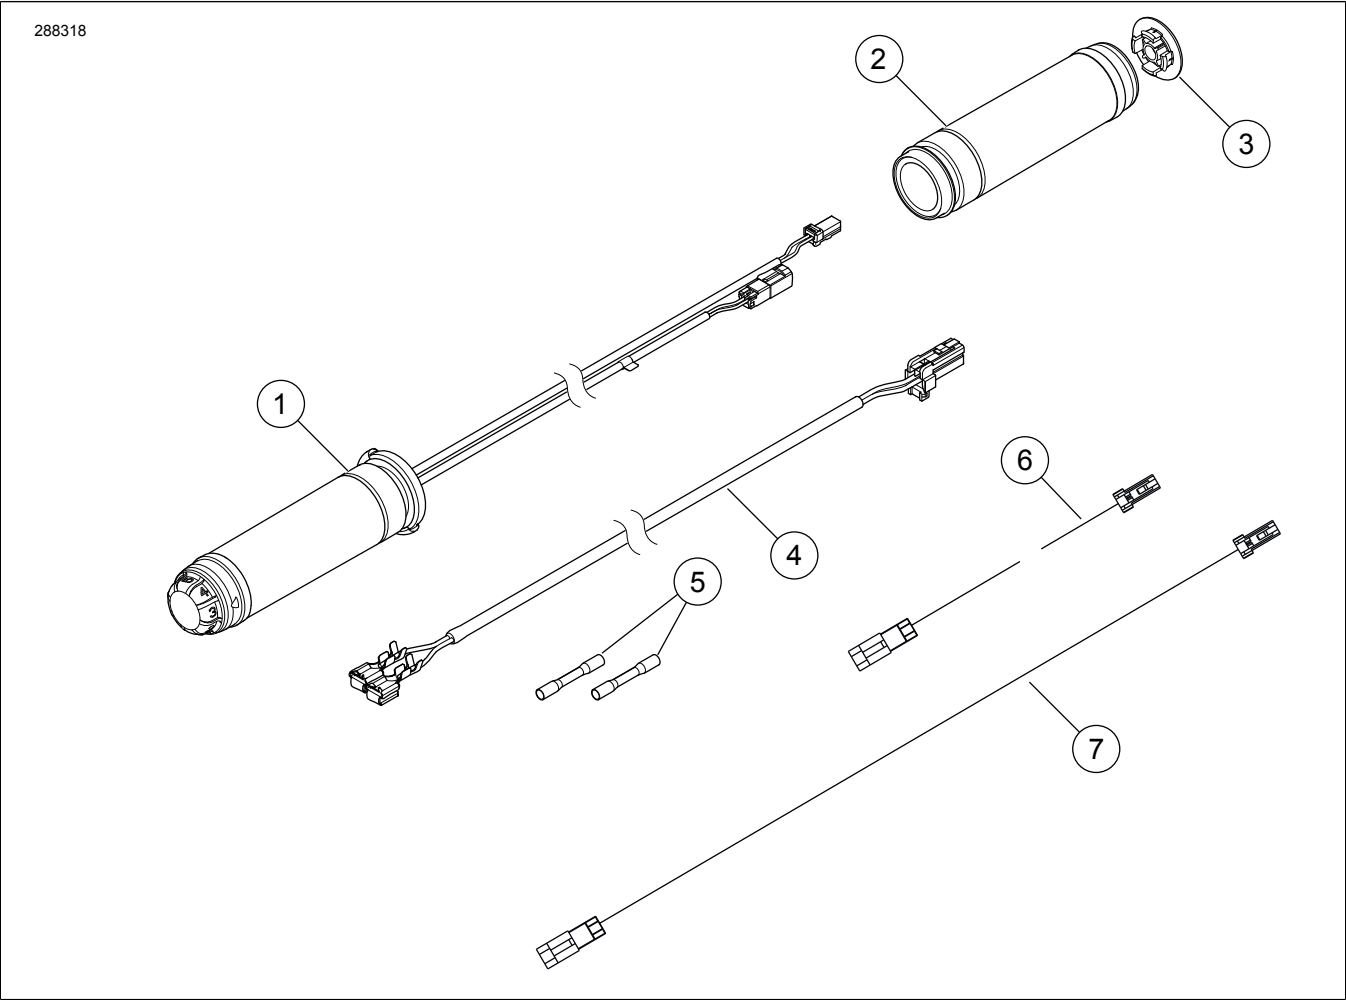

Figura 10. Componente de service: Kit mâner încălzit
1. Consultați Figura 10 . Obțineți ansamblul cablajului din kit. Tăiați cele două borne late de la cablaj.
- b. Consultați Figura 10 . Îmbinați în cablajul luminii de pe vârful aripii lângă conector folosind doi conectori de îmbinare (5) din kit.